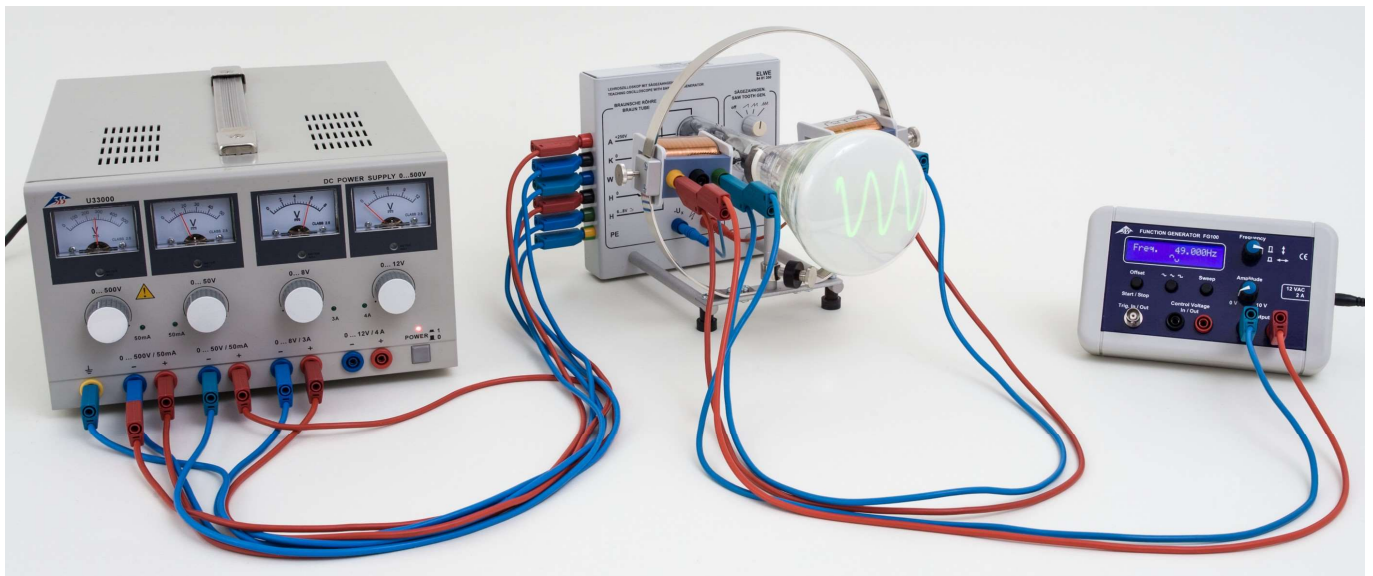

Fig. 1: Disposizione per la misurazione.
- Afin d'obtenir une représentation comme sur la Fig. 1, une modification de la fréquence sur le générateur de fonctions nécessite une adaptation de la fréquence en dents de scie sur le tube.